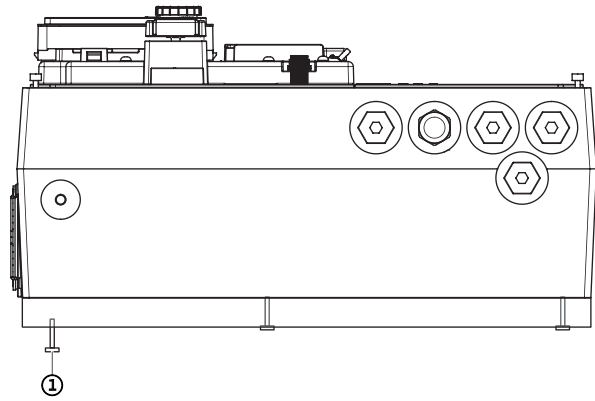

Fig. 116: Adapterplatte lösen
6. Schrauben der Adapterplatte an Elektronikmodulunterseite (Fig. 116, Pos 1) lösen.